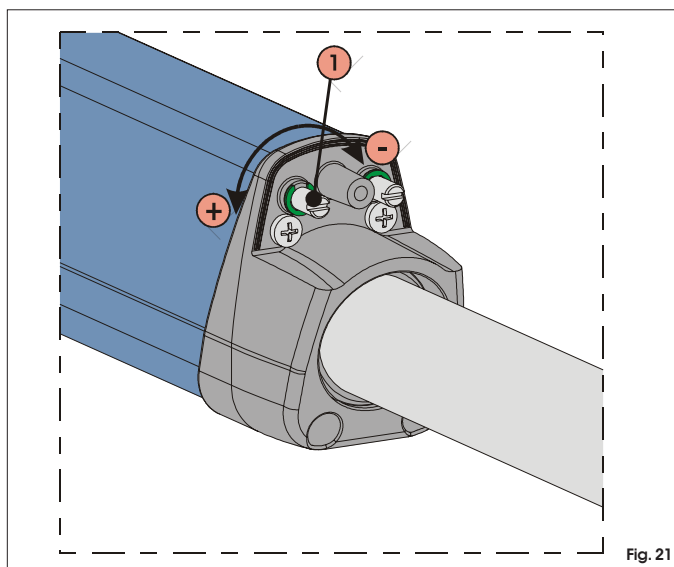

Fig. 21
- 3) Para regular el final de carrera de **apertura FCA** use el tornillo de regulación, Fig.21 ref.1, girándolo en sentido antihorario para aumentar la carrera del vástago y viceversa, girándolo en sentido horario para reducirla.